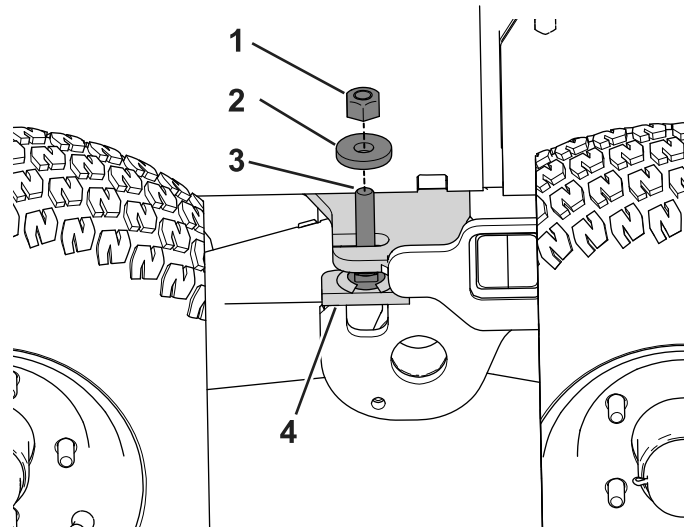

Bild 86
2. Nehmen Sie die Sicherungsmutter und Scheibe vom Gewindebolzen am Drehgestellanschlag ab und legen sie zur Seite (Bild 86).